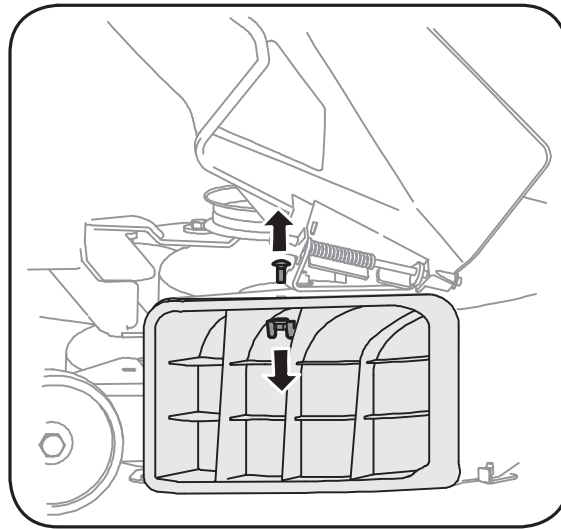

Figure 4-6
- Pour utiliser le plateau de coupe sans déchiqueter, il suffit de retirer le déflecteur de déchiquetage. Dévissez l'écrou à oreilles en plastique et la rondelle creuse qui le retient sur le plateau de coupe. Les brins d'herbe seront alors éjectés sur le côté. Voir la Figure 4-6.